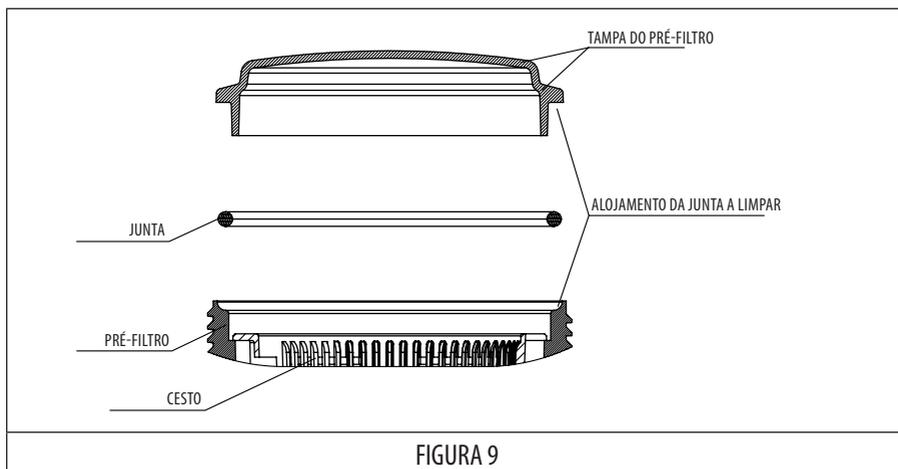

FIGURA 9
- Cada vez que o pré-filtro for aberto, remova as impurezas do assento da junta e da própria junta, para assegurar a sua estanqueidade quando a tampa for fechada (FIGURA 9).